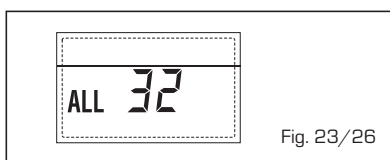

Fig. 23/26
**- ANOMALIA COMUNICAÇÃO PLAQUETA RS-485 EM MODALIDADE MODBUS "ALL 33" (fig. 23/27)**